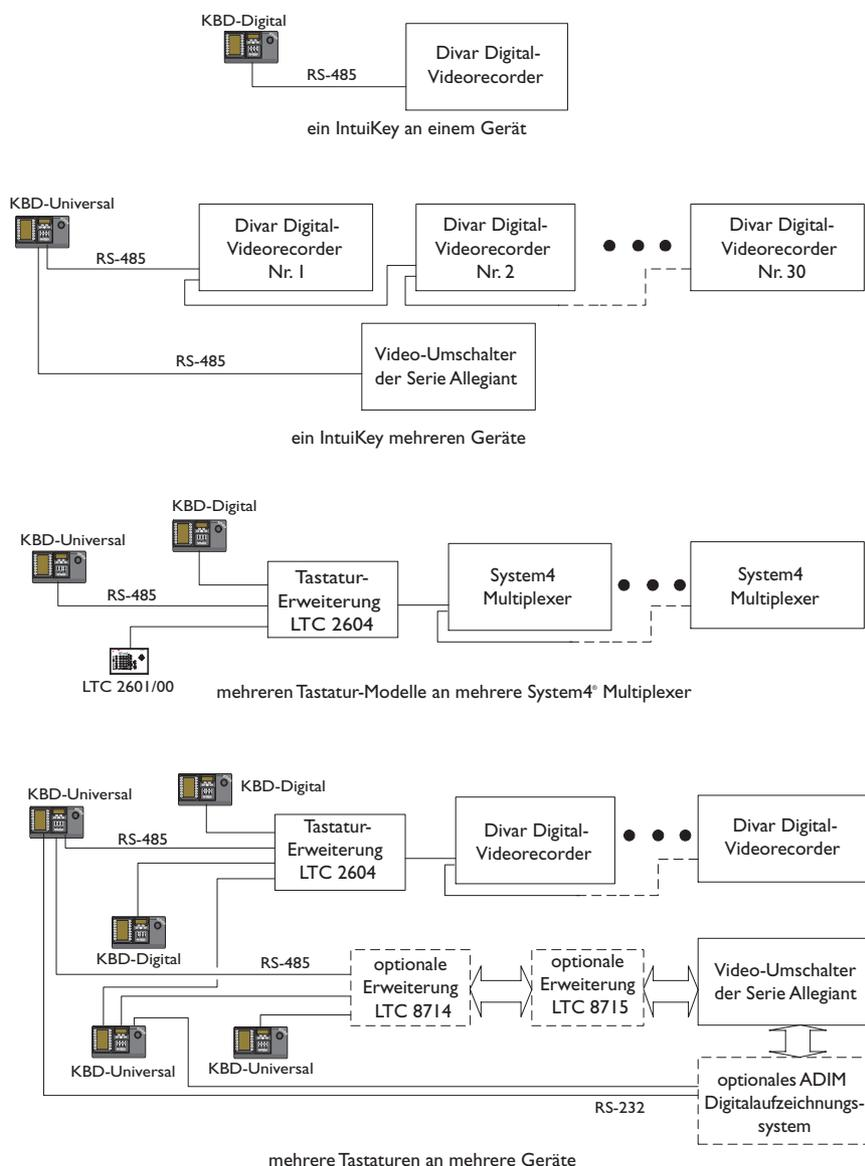

Abbildung 2-1 Grundlegende IntuiKey-Systemkonfigurationen
IntuiKey kann bis zu dreißig (30) Multiplexer/DVR und ein (1) Videoschaltgerät gleichzeitig steuern. Die grundlegende IntuiKey-Systemkonfiguration mit diesen Geräten ist ABBILDUNG 2-1 zu entnehmen. Soll mehr als eine IntuiKey-Tastatur an einen einzelnen Multiplexer oder an eine Gruppe verketteter Multiplexer angeschlossen werden, muss eine Tastaturport- Erweiterung verwendet werden. Die Videoschaltgeräte der Allegiant Serie besitzen